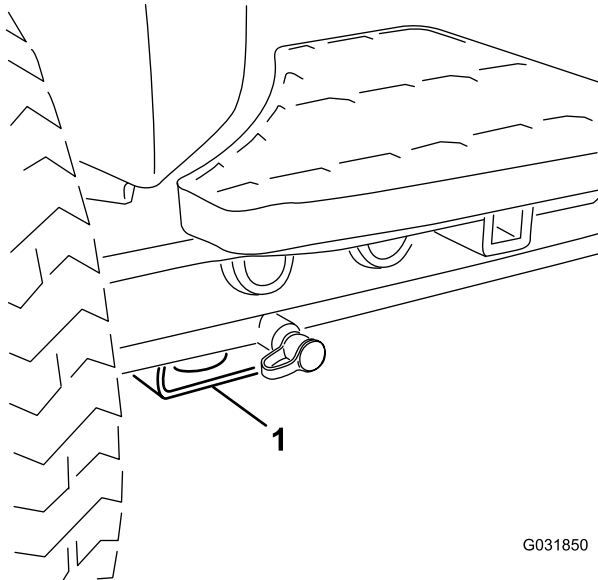

Figura 26
- **Dianteira da máquina** – pastilha retangular, por baixo do tubo do eixo, dentro de cada pneu dianteiro (Figura 26).